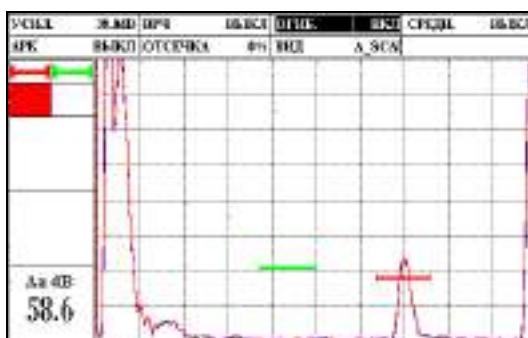

Рисунок 2.52 – Включение режима огибающей
- Включить режим огибающей и найти максимальную амплитуду от отражателя (рис. 2.52).